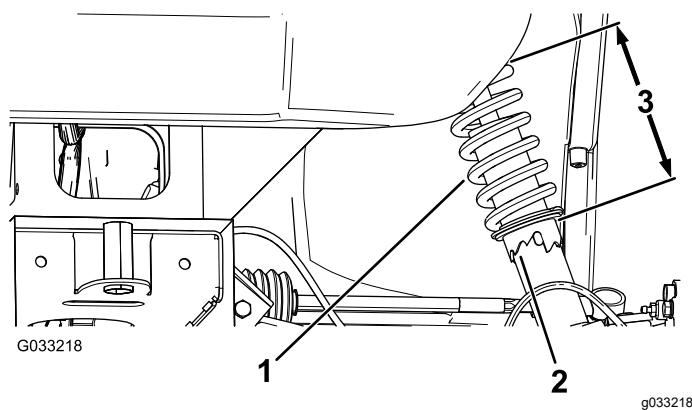

Figure 52
- Si le carrossage des roues n'est pas correct, utilisez la clé à ergots pour tourner le collet sur l'amortisseur et orienter la roue correctement (Figure 52).